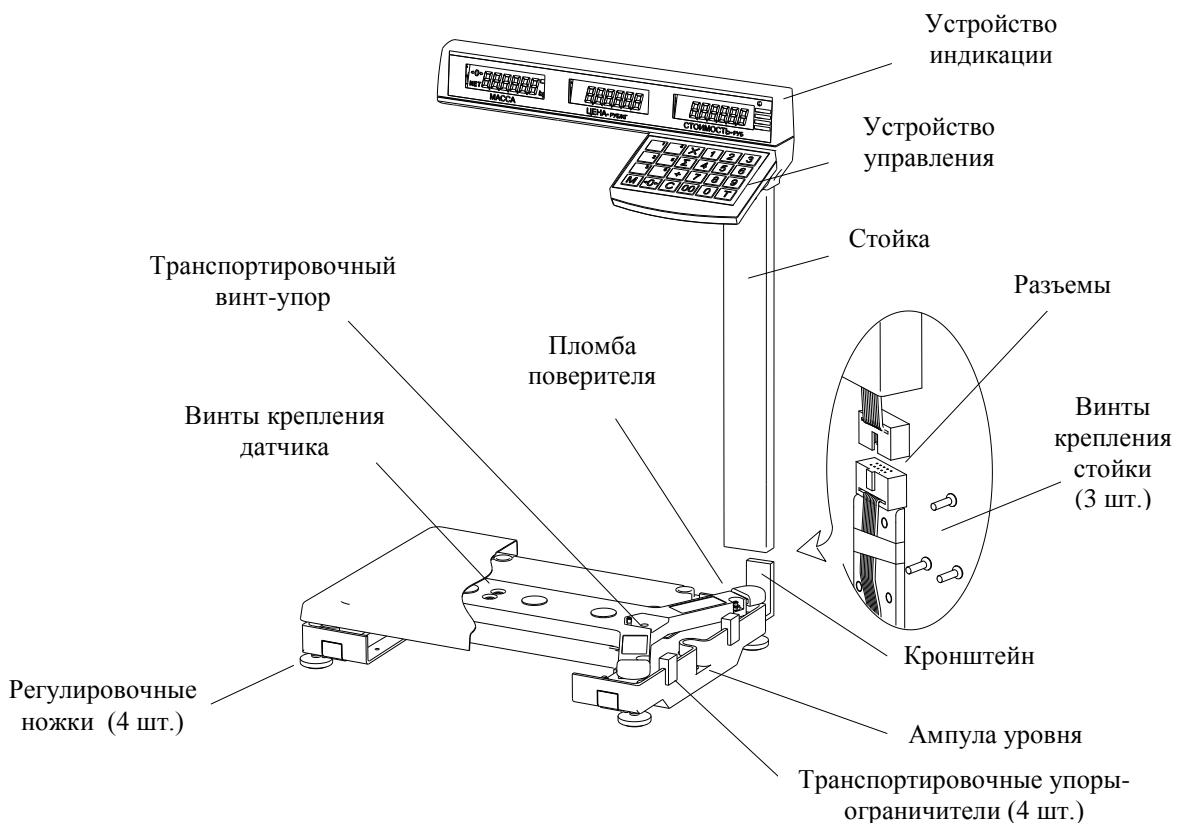
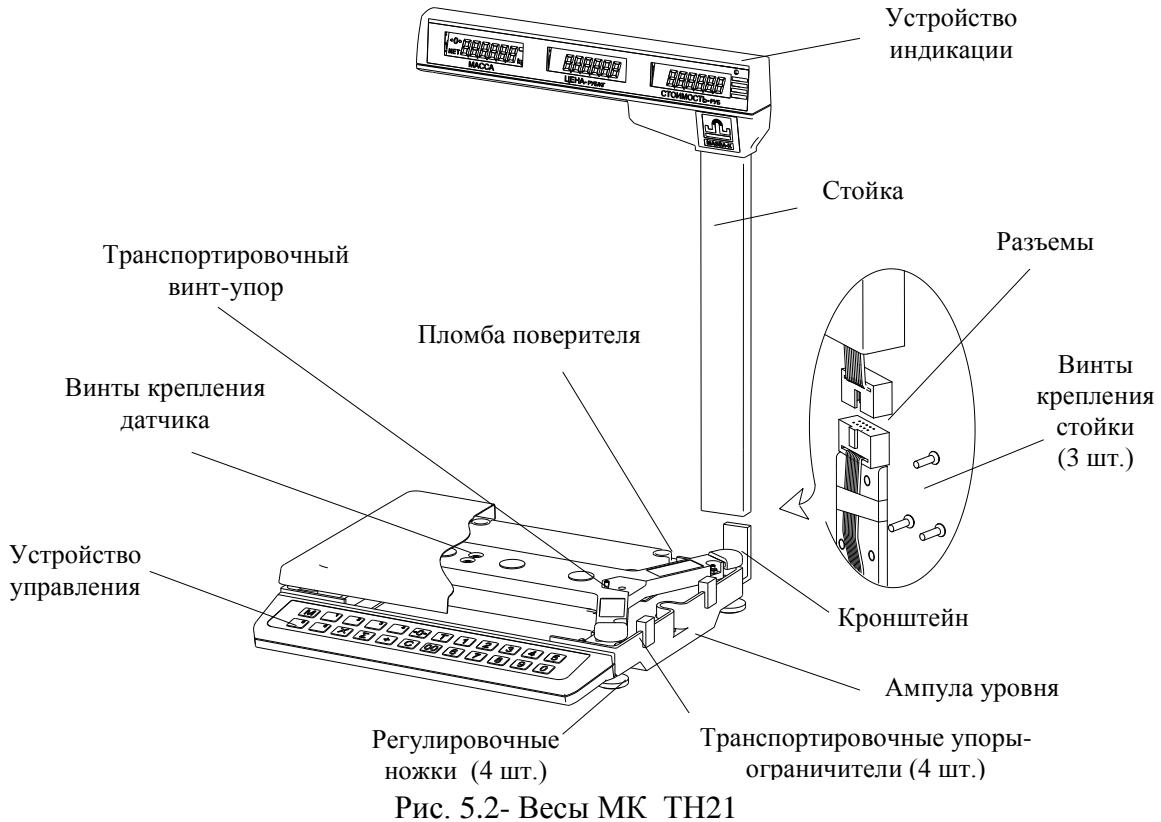

Рис. 5.1- Весы MK_TB21
Рис. 5.2- Весы MK_TH21
Конструкция весов представлена на Рис. 5.1, Рис. 5.2. Расположение разъёмов весов MK_TH21(RU) – на Рис. 5.3 Назначение кнопок клавиатуры и элементов индикатора приведено в Табл. 5.1, Табл. 5.2.
6.2 Снять грузоприемную платформу с весов и убрать транспортировочные упоры-ограничители (Рис. 5.1, Рис. 5.2).